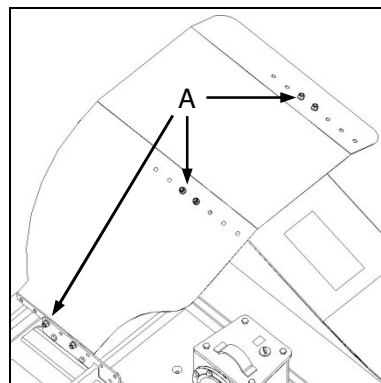

Fig. 7
- ✔ Remove the retaining bolts (Fig. 7-A), and reposition the deflector using the range of holes provided.
- ✔ Verwyder die klembout (Fig. 7-A) en herposisioneer die deflekteerplaat met gebruik van die reeks gaatjies wat voorsien is.